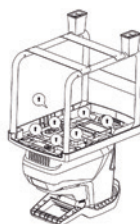

Fig.2
2. Installare i supporti anteriori e serrare le viti dei supporti anteriori (fig 2).